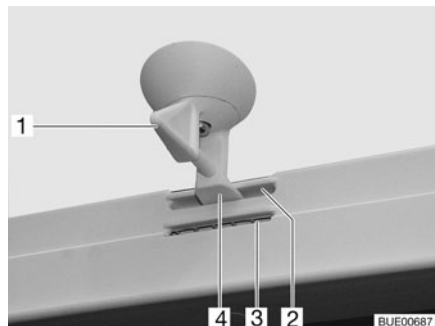
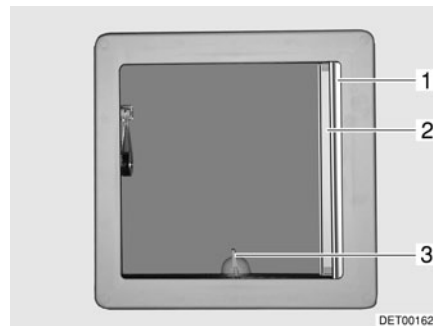

Fig. 47 Claraboya inclinable, bloqueo
Fig. 48 Claraboya inclinable
- Girar la palanca (Fig. 47,1 ó Fig. 48,3) un cuarto de vuelta.
- Girar la palanca un cuarto de vuelta. El bloqueo (Fig. 47,4) tiene que deslizarse dentro de la apertura inferior (Fig. 47,3).
- Girar la palanca un cuarto de vuelta. El bloqueo (Fig. 47,4) tiene que deslizarse dentro de la apertura superior (Fig. 47,2).
- Extraer del estor plegable (Fig. 48,1) y soltarlo en la posición deseada. El estor plegable se queda fijo en esta posición.
- Tirar la mosquitera enrollable (Fig. 48,2) hasta que engatille en el bloqueo del lado contrario.